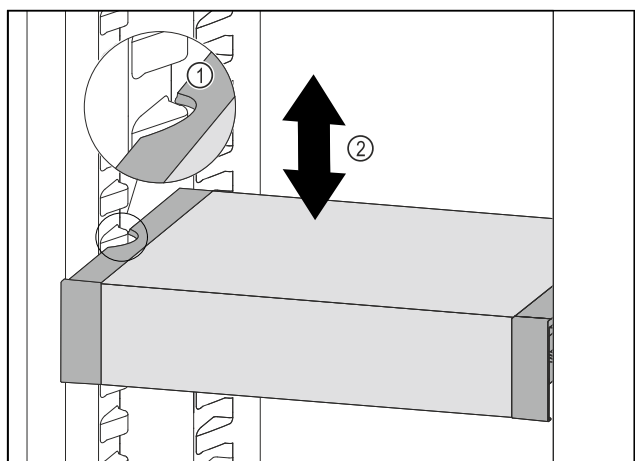

Fig. 130
- ▶ 向前移动 VarioSafe，直到 VarioSafe 两侧的凹槽与冷藏区中的容器肋梁持平。 Fig. 130 (1)
- ▶ 在冷藏区中向上或向下移动 VarioSafe，直至所需高度。 Fig. 130 (2)